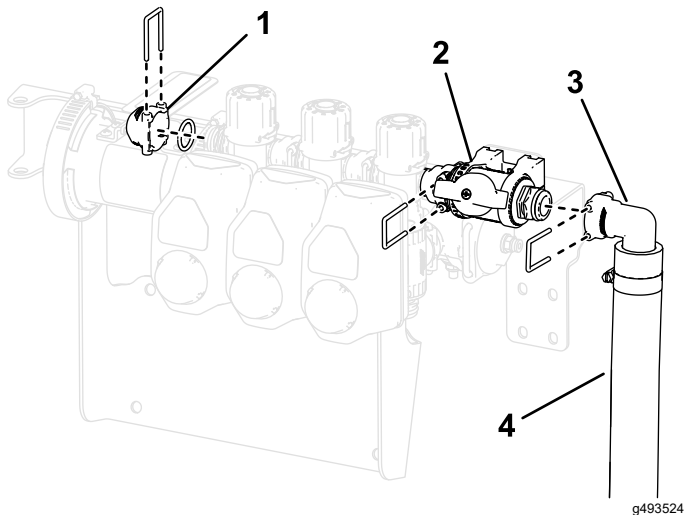

図 29
7. 図 29に示すように、先に取り外したOリングとリテーナーを使って、コントロールバルブアセンブリをブームバルブに固定する。
8. 図 29に示すように、先に取り外したリテーナーを使って、キャップ (1/2"), Oリング、フィッティング、およびホースアセンブリをコントロールバルブに取り付ける。